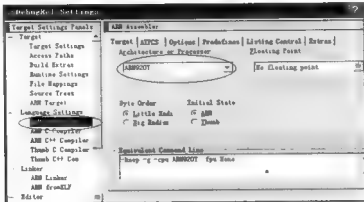

图 6-14 选择“ARM Assembler”
(2) 在“DebugRel Settings”对话框左侧选择“ARM Assembler”，然后在“Architecture or Processor”下拉列表框中选择“ARM920T”，如图 6-14 所示。